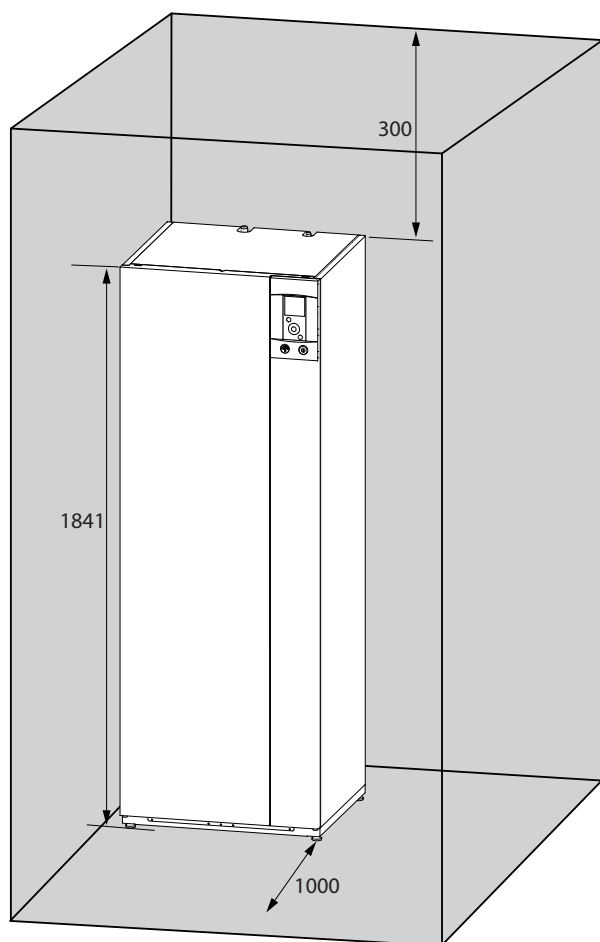

fig. 15 - Separaciones mínimas de instalación alrededor del módulo hidráulico y distancias hasta los tabiques combustibles
- Para facilitar las operaciones de mantenimiento y permitir el acceso a los diferentes componentes, se aconseja prever un espacio suficiente en torno al módulo hidráulico (fig. 15).